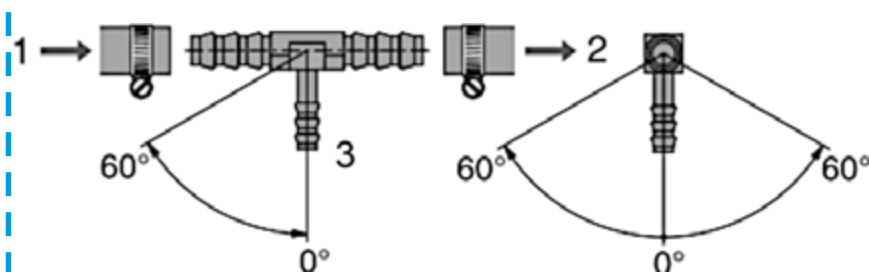

Fig. 36
- ☐ Tagliare/dividere il tubo del carburante del veicolo e installare il raccordo a T con le aperture più larghe tra le due estremità Fig. 36 (1) (2) del tubo.
- ☐ Successivamente, collegare il tubo del carburante del riscaldatore con l'aiuto di un manicotto di gomma all'estremità sottile Fig. 36 (3) del raccordo a T.